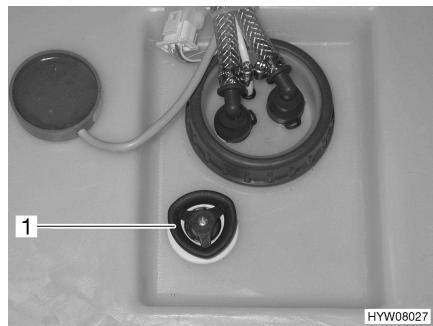

Fig. 99 Serbatoio dell'acqua con maniglia girevole
- Sul serbatoio dell'acqua, ruotare la maniglia girevole (Fig. 99,1) in senso orario fino all'arresto.
- Sul serbatoio dell'acqua, ruotare la maniglia girevole (Fig. 99,1) in senso antiorario fino all'arresto. L'acqua fuoriesce fino a ca. 20 litri.